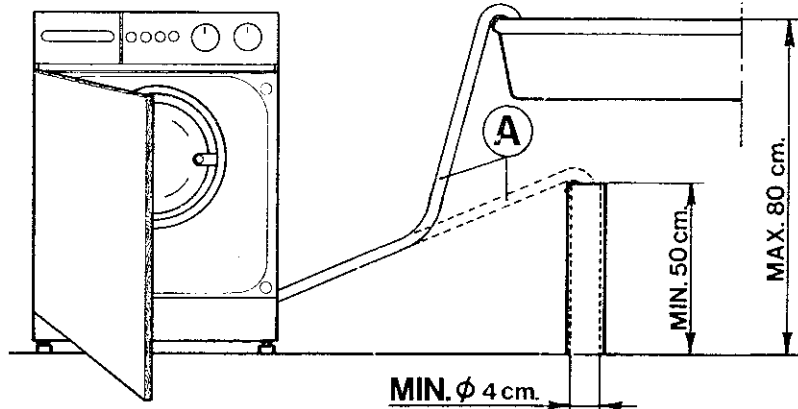

Fig. 5
The washing machine is supplied with water intake and drain hoses which may be directed to the right or to the left to allow adequate fitting (fig. 5).
Il tubo di scarico A (Fig. 5), fornito con la macchina, va appoggiato con l'estremità ricurva al bordo del lavello o ad una condotta di scarico. Si raccomanda il sifone anticodice. Nell'operazione di installazione è necessario osservare le seguenti precauzioni:
- l'estremità del tubo non deve essere posta rispetto al piano di appoggio della lavabiancheria ad una altezza superiore a 80 cm., né inferiore a 50 cm. (Fig. 5);
La crosse du tuyau de vidange (Fig. 5) de la machine peut être accrochée à un appareil sanitaire (lavabo, évier, baignoire).
Drain pipe A (Fig. 5) supplied with the machine should rest with its curved end on the edge of a sink or in a drainpipe. A drain-trap is recommended. When fitting you must follow the instructions:
- Compared to the level of the surface on which the washing machine is positioned (Fig. 5) the end of the drain pipe must not be higher than 80 cms. or lower than 50 cms.
Der mitgelieferte Wasserablaufschlauch (A) wird mit dem gekrümmten Ende am Waschbecken oder an einem Wasserabfluss eingehängt (Abbildung 5).
- Das Schlauchende darf nicht niedriger als 50 cm. vom Boden und nicht höher als 80 cm. vom Boden angeschlossen sein (Abbildung 5).
- Eine eventuelle Verlängerung des Ablaufschlauchs ist bis maximal 1 m. zulässig, der Abflussanschluss darf in diesem Fall nicht höher als 50 cm. von der Gerätestandfläche liegen (Abbildung 5).